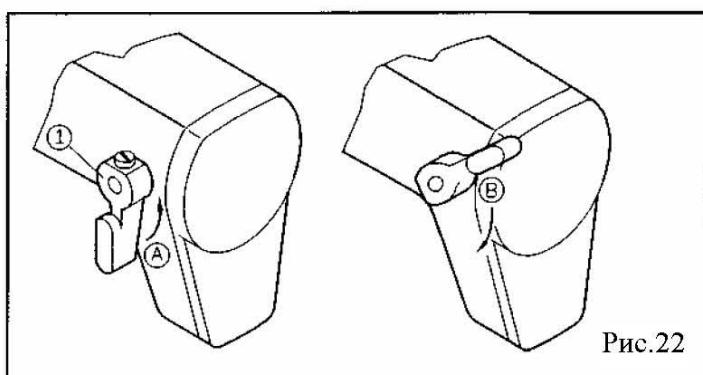

Рис.22
1.После остановки машины поднимите рукой подъемник 1 (в направлении А) для поднятия лапки и оставьте его в таком положении (Рис.22).